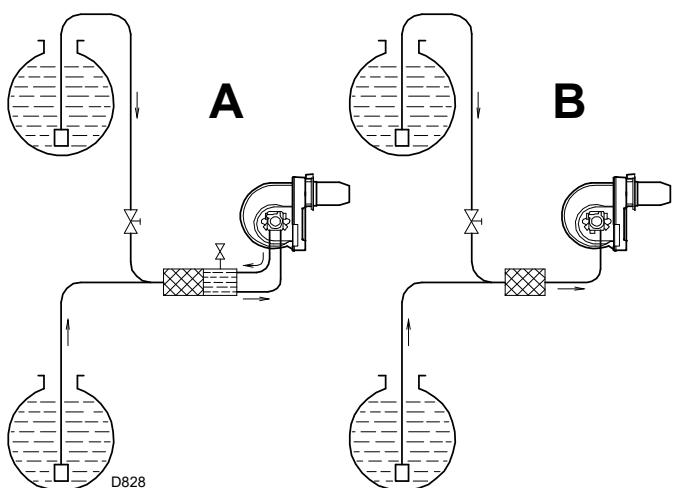

Fig. 16
- **By-pass extern de pomp (A, Fig. 16) (bij voorkeur)**
- **By-pass intern de pomp (B, Fig. 16)**